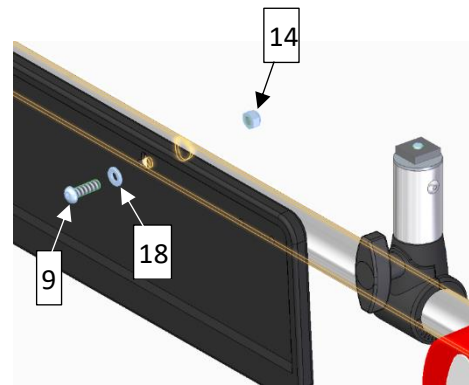

Abbildung 11
Zuerst wird die Kennzeichen-Halterung (5) an die vormontierte Beleuchtungsleiste (1) geschraubt. Verwenden Sie dazu die zwei Linsenkopfschrauben M6 x 20 mm (9), die Sechskantmutter (14) und Unterlegscheiben (18), um die Kennzeichen-Halterung gemäß Abbildung 11 zu montieren. Achten Sie darauf, dass die Montage symmetrisch erfolgt.